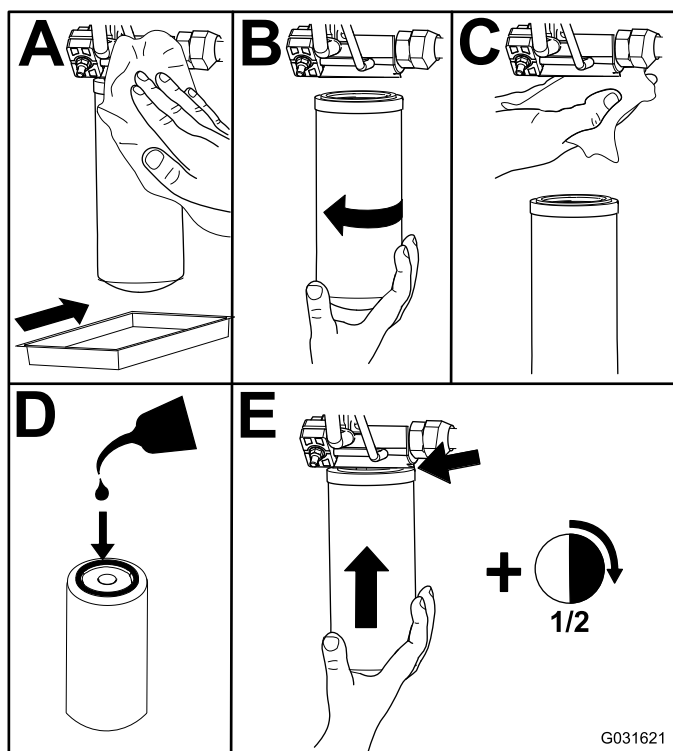

Figure 77
2. Remplacez les filtres hydrauliques (Figure 77).